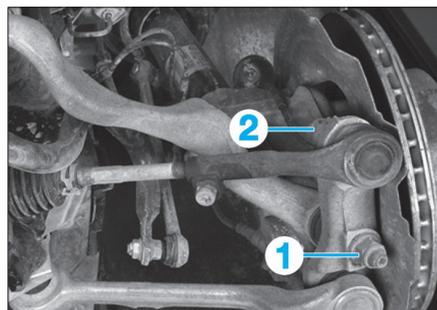

Fig. 33
- l'écrou de la rotule de bras de traction (1) du pivot (Fig.33),
- l'écrou de la rotule de biellette de direction (2) du pivot.